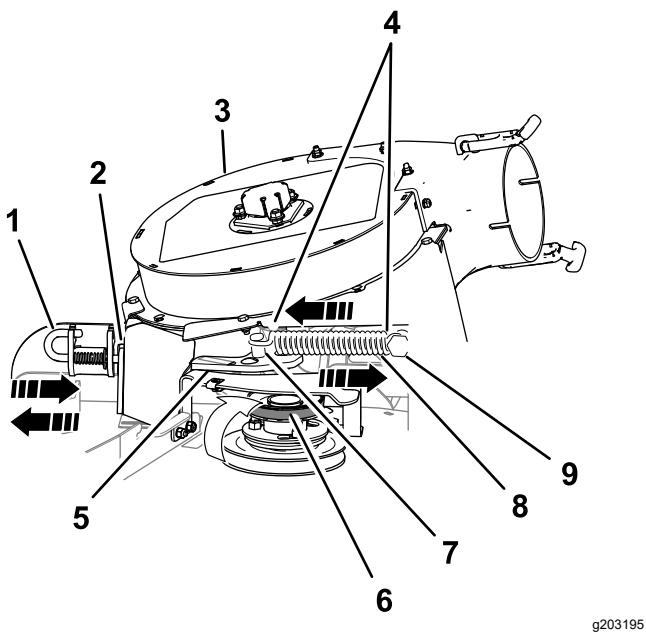

Figura 15
1. Tire de la polea tensora tensada con muelle para separarla de la clavija fija del muelle, y retire la correa de la polea tensora (Figura 15).
2. Mueva el brazo de la polea tensora hacia el anclaje fijo del muelle. Retire el gancho del muelle de la clavija del muelle tensor (Figura 15).
5. Abra el pestillo del soplador y gire el soplador hacia fuera (Figura 15).
3. Abra el pestillo del soplador, cierre el soplador contra la carcasa y cierre el pestillo contra el soporte del conducto (Figura 15).
6. Mueva la polea tensora hacia la clavija fija del muelle e instale el muelle colocando el gancho del muelle en la clavija del muelle tensor (Figura 15).